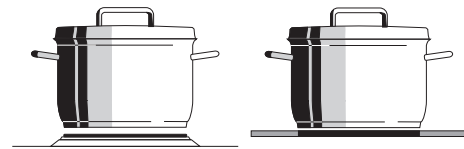

fig. 11
- De diameter van de panbodem moet de kookzone volledig bedekken (fig. 11).